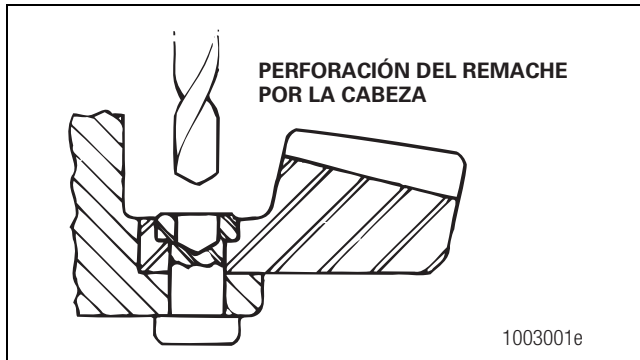

Figura 3.49
- B. Taladre cada cabeza de remache en el lado de la corona del conjunto, a una profundidad igual al espesor de una cabeza del remache. Use una broca que sea 0.0312 de pulgada (0.8000 mm) menor que el diámetro del cuerpo de los remaches. Figura 3.49.